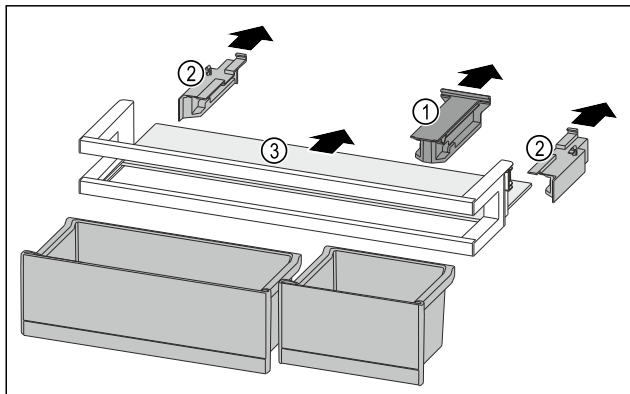

Fig. 148
- ▶ Снимите крепление Fig. 148 (1).
- ▶ Снимите боковые части Fig. 148 (2).
- ▶ Извлеките съемную полку Fig. 148 (3).